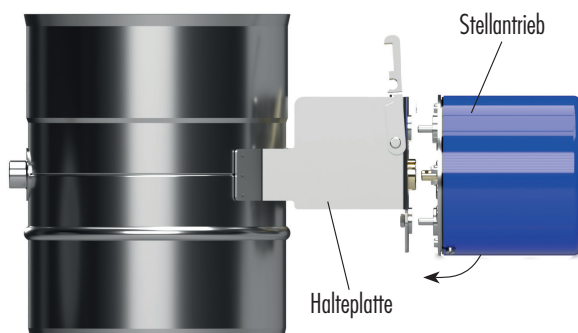

Abb. 4
1. Befestigungsmutter lösen, Öffnungshebel herausziehen (Abb. 4).
8. Stellstift der Motorsteuerung in Regelstellung drehen, mit Feststellhebel arretieren (Abb. 4).
9. Öffnungshebel in Achse einschieben, Befestigungsmutter aufsetzen und anziehen (Abb. 4).